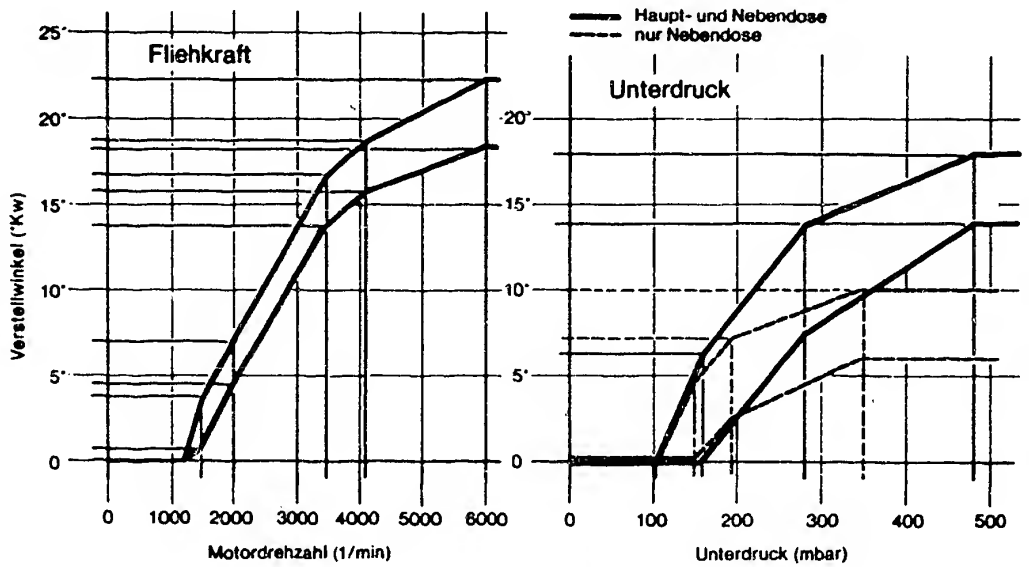

Bild 63 Fliehkraft- und Unterdruckzündverstellung an der Zündspule IIA am Motor 4A-C.
6) Die **Unterdruck-Zündverstellung** lässt sich statisch überprüfen, indem an den Dosen Unterdruck angelegt und die Bewegung der Verteilerplatte beobachtet wird. Bei laufendem Motor ist die Verstellung anhand der Diagramme in Bild 63 zu prüfen.